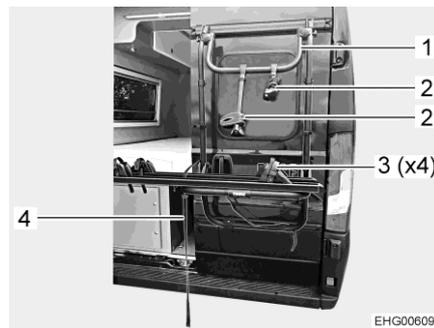

Fig. 3 Porte-vélos
- Ouvrir la sangle de fermeture (Fig. 3,4).
- Placer le vélo sur le rail et le fixer avec le bras d'appui (Fig. 3,2) sur l'étrier de fixation (Fig. 3,1).
- Fixer les roues avant et arrière du vélo avec de la bande de serrage (Fig. 3,3) sur le rail porte-vélo.
- Fermer la sangle de fermeture (Fig. 3,4).